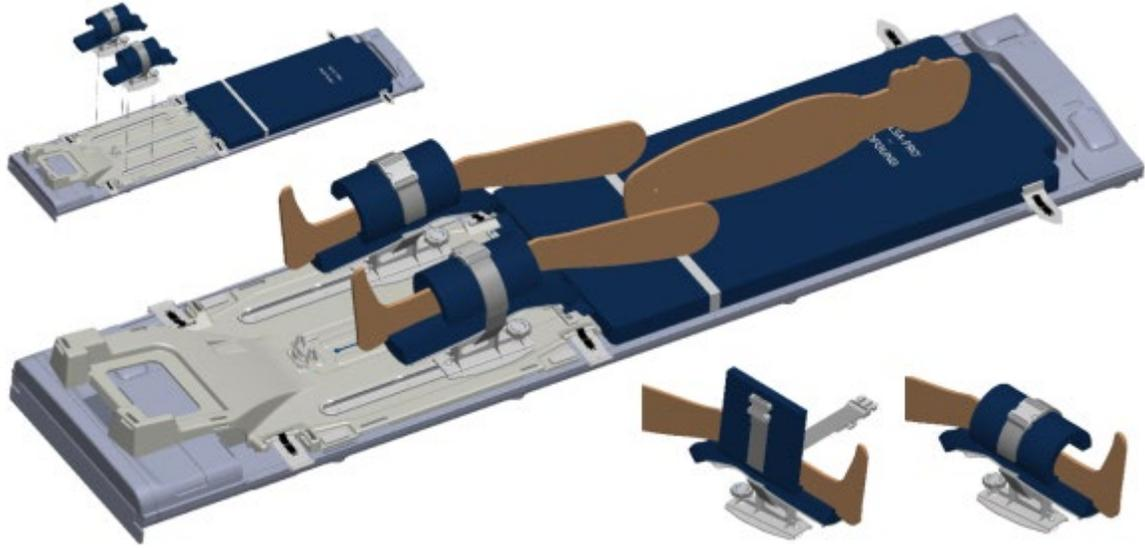

Figura 18: Colocación inicial del paciente y fijación de los soportes de las piernas
4. Pida a un ayudante que levante las piernas del paciente de una en una mientras usted coloca los soportes para las piernas (*figura 18*):